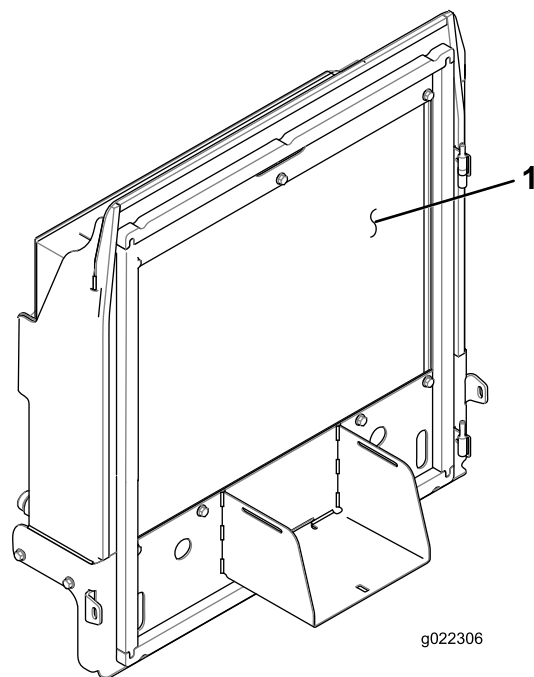

Figura 65
4. Limpe bem ambos os lados do radiador e do dispositivo de arrefecimento de óleo (Figura 65) com ar comprimido.